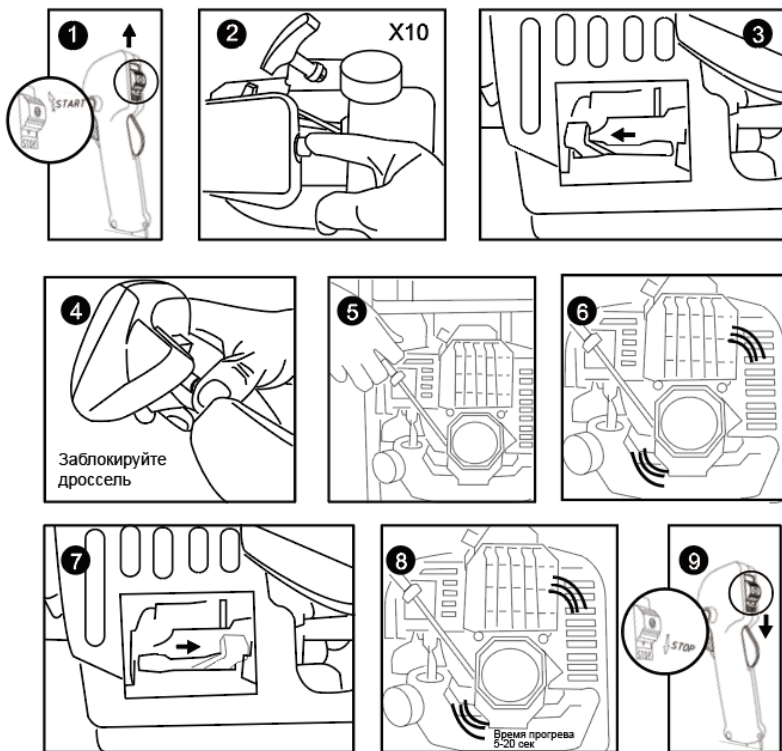

рис.5
2. Установите выключатель двигателя (С) на рукоятке управления в положение "I". (1, рис.5)
3. Нажмите несколько раз на праймер подкачки топлива (рекомендуемое количество нажатий - 10 раз). (2, рис.5)
4. Установите рычаг воздушной заслонки в положение "START". (3, рис.5)
5. Зафиксируете курок управления дроссельной заслонкой (Е) примерно на одной трети хода с помощью кнопки блокировки (D). (4, рис.5)
6. Быстрым, но плавным движением от плеча, потяните шнур стартера. Повторяйте процедуру до тех пор, пока двигатель не начнет работу. (5, рис.5)
7. В том случае, если после запуска двигатель перестает работать, необходимо установить рычаг воздушной заслонки в положение "RUN" и попробовать повторно произвести запуск. (6, рис.5)
8. Если после запуска двигатель продолжил работу, следует нажать курок управления дроссельной заслонкой (Е) для возврата в исходное положение, а затем установить рычаг воздушной заслонки в положение "RUN". (7, рис.5)
9. Рекомендуемое время прогрева двигателя – 5-20 секунд. (8, рис.5)
1. Установите выключатель двигателя на рукоятке управления в положение "I". (1, рис.5)
2. Быстрым, но плавным движением от плеча, потяните шнур стартера. Повторяйте процедуру до тех пор, пока двигатель не начнет работу. (5, рис.5)
1. Для остановки двигателя, переведите выключатель двигателя (С) на рукоятке управления в положение «О». (9, рис.5)